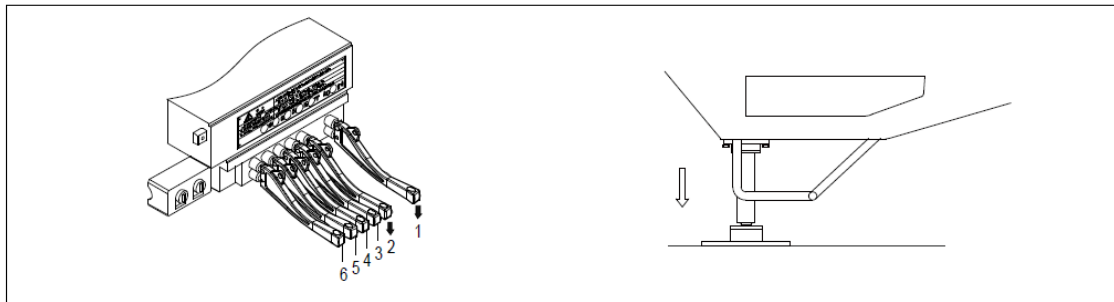

Figura 4-23 Estenda a quinta patola
- 2) Mova a alavanca 1 para baixo até que a quinta patola esteja a 5 – 10 mm do solo. Consulte a figura 4-23.